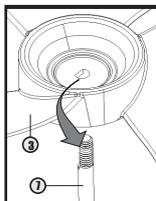

Figura 06
6. Encaixar a Hélice no eixo do motor. Alinhar a chaveta do Furo da Hélice com a chaveta do eixo do motor para um perfeito encaixe (Ver **figura 06**).